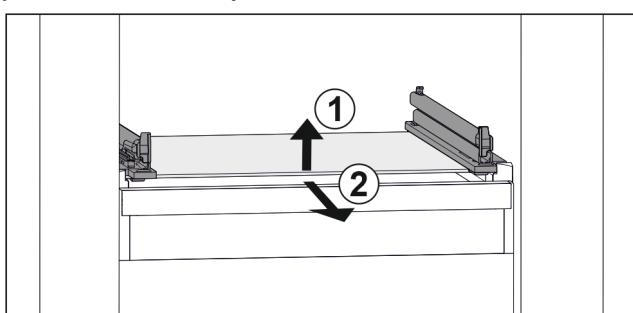

Fig. 52 Příklad znázornění skleněné desky
- Nadzvedněte skleněnou desku vpředu. Fig. 52 (1)
- Vyjměte skleněnou desku dopředu. Fig. 52 (2)